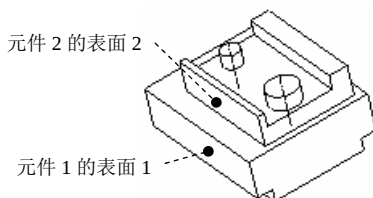
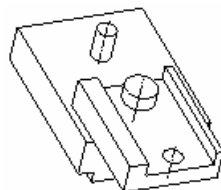

图 7.3.4 操作前
图 7.3.5 操作后
先将元件 1 引入装配环境中，并使其完全约束。然后引入元件 2，并分别添加“面重合”约束和“线重合”约束，此时 状况 选项组下的 ☒ 允许假设 复选框被自动选中，并且系统在对话框中显示 完全约束 信息，两个元件的装配效果如图 7.3.4 所示，而我们的设计意图如图 7.3.5 所示。
(1) 在元件放置操控板中单击 **放置** 按钮，在弹出的“放置”界面中取消选中 ☐ 允许假设 复选框。
(2) 添加新的约束。
① 在“放置”界面中单击“新建约束”字符。
② 选择 约束类型 为 **平行**。
③ 分别选取元件 1 上的表面 1 以及元件 2 上的表面 2，如图 7.3.4 所示，然后单击 **反向** 按钮。
(3) 在元件放置操控板中单击 ☒ 按钮。